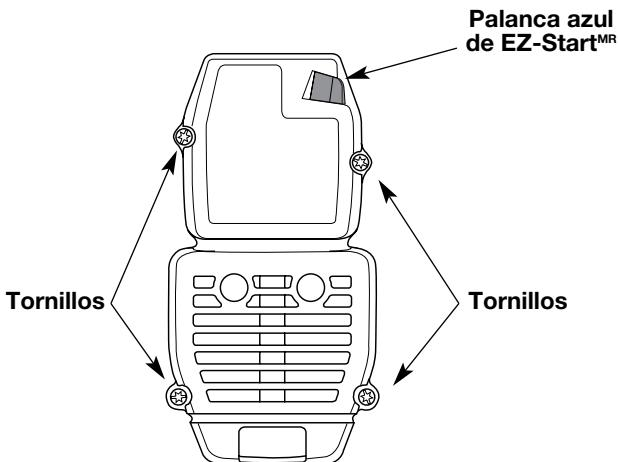

Fig. 21
- Saque los cuatro (4) tornillos que sostienen la cubierta del silenciador / filtro de aire (Fig. 21). Use un destornillador de vástago plano o de broca Torx N° T20.
- Inserte los cuatro (4) tornillos en los orificios de la cubierta del silenciador / filtro de aire (Fig. 21) y ajústelos. No los ajuste demasiado.